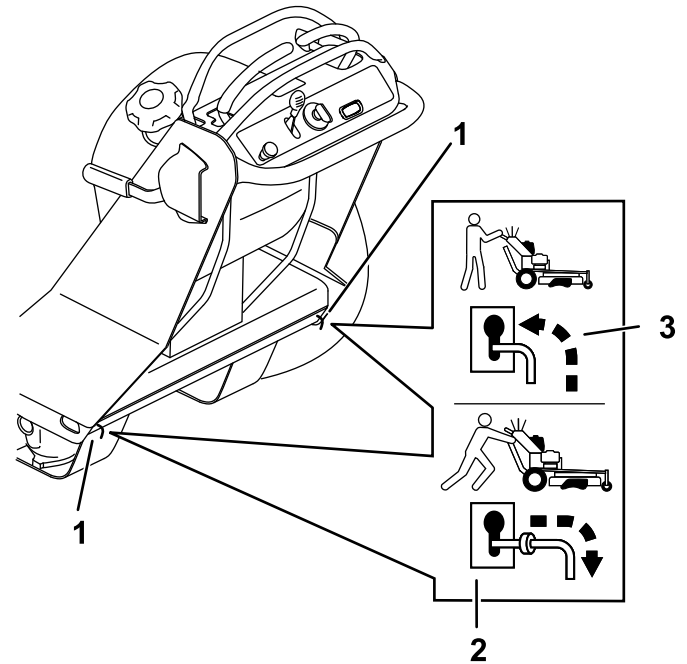

Рисунок 67
- Вытяните оба рычага перепуска назад через профилированные отверстия и опустите вниз, чтобы зафиксировать их на месте (Рисунок 67).
- Заглушите двигатель, переместите рычаги перепуска вперед через профилированные отверстия и опустите вниз, чтобы зафиксировать их на месте (Рисунок 67).